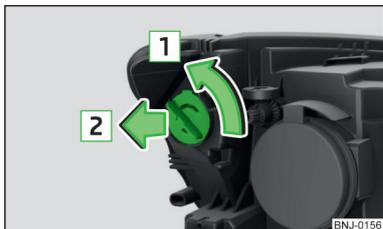

Fig. 209
- Défaites la douille avec l'ampoule dans le sens de la flèche **1** » fig. 209.